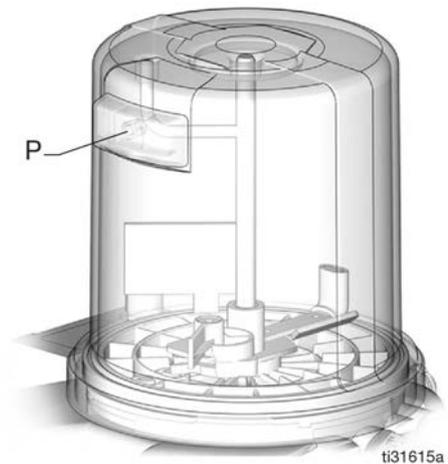

FIG. 28
REMARQUE : l'évent (P) du réservoir se trouvant à l'arrière du réservoir ne doit pas être utilisé comme un indicateur/orifice de trop-plein (FIG. 28).